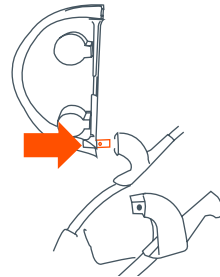

Fig. 10a
10)• Pour attacher le plateau enfant : Glissez le pivot en métal du bras gauche du plateau dans le trou situé sur le côté gauche de la poignée. Ce faisant, appuyez sur le bouton d'insertion sur le bras. Assurez-vous que le bras gauche s'enclenche (Fig. 10a).